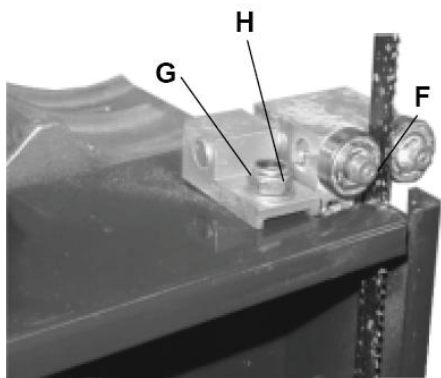

Рис. 22
- Установите роликовые направляющие (F) (Рис. 22) на расстоянии 2 мм от основания зуба полотна, открутив шестигранную гайку (G) (Рис. 22), а затем установив опору направляющей в нужное положение.
- Затяните гайку (G), зафиксировав положение.
- После регулировки зафиксируйте положение крепёжным болтом (E).
- Ослабив крепёжный болт (H), установите направляющие (F) на расстоянии 0,5 мм от полотна.